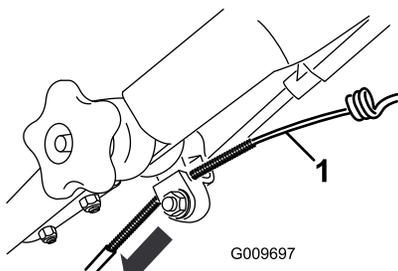

Figura 45
3. Tirate verso il basso la guaina del cavo fino ad eliminare l'imbando del cavo esposto (Figura 45).